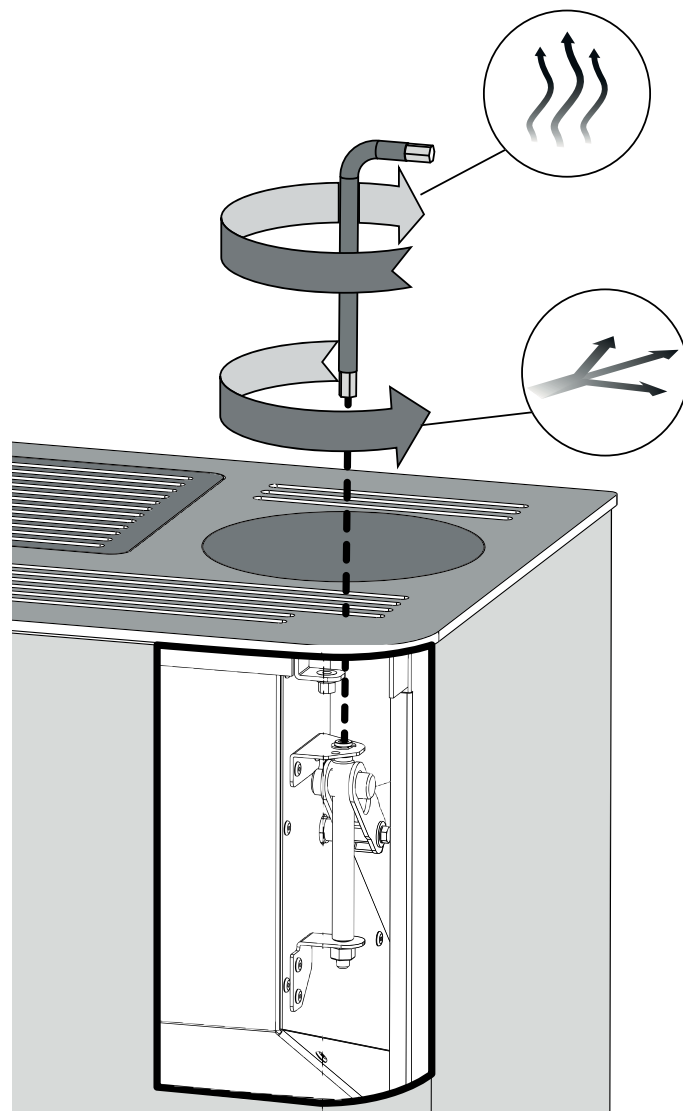

fig. 5.14
- Za pomocą klucza znajdującego się w wyposażeniu użyć śruby regulacyjnej znajdującej się za kratkami blatu pieca (rys. 5.14).